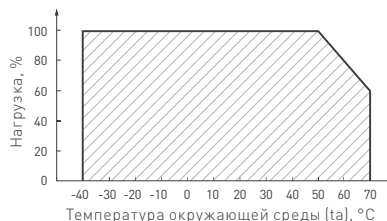

Рис. 2. Максимальная допустимая нагрузка, % от мощности источника.
- 4.4. Не нагружайте источник питания более 80% от его максимальной мощности. Учитывайте, что с повышением температуры окружающей среды, максимальная мощность источника питания снижается, и при температуре, близкой к максимальной, нагрузка должна составлять не более 60% от максимально допустимой (см. график зависимости на Рис. 2).